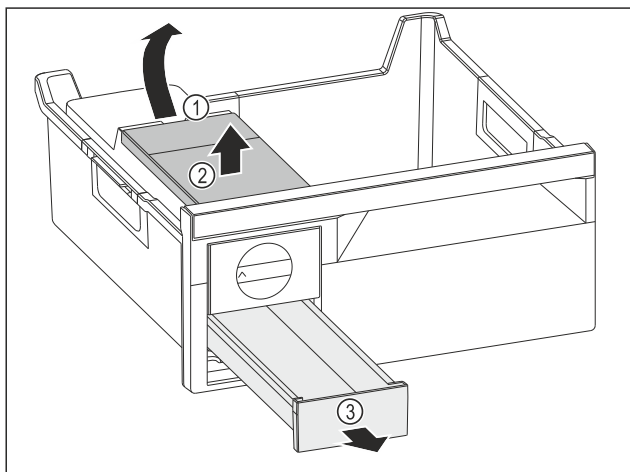

Fig. 86
- Извлеките бак для воды: Поднимите бак для воды за выемку Fig. 86 (1).
- Извлеките бак для воды Fig. 86 (2) движением вверх.
- Извлеките выдвижной ящик для кубиков льда Fig. 86 (3) движением вперед.